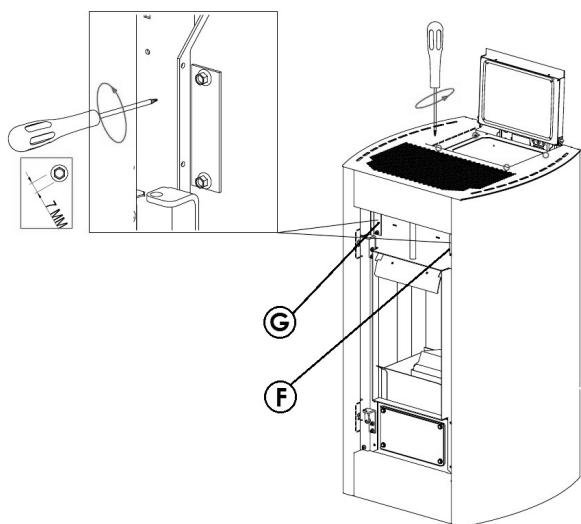

Fig. 84 - Desmontaje de las placas
- Con la estufa fría, abra la puerta, retire la placa "F", quitando los dos tornillos (ver **Fig. 84**).